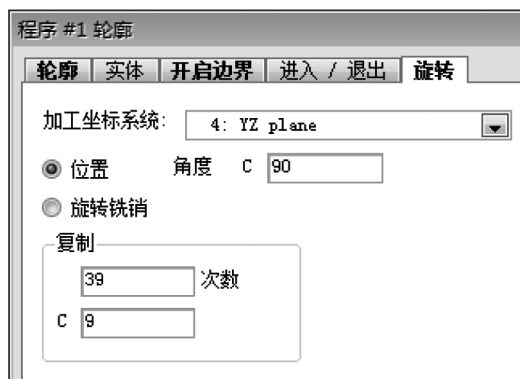

图 2-41 旋转选项卡
28) 输入信息到旋转选项卡, 如图 2-41 所示。产生的操作路径起始于 C90°, 并以 9°增量顺时针旋转复制加工 39 次。